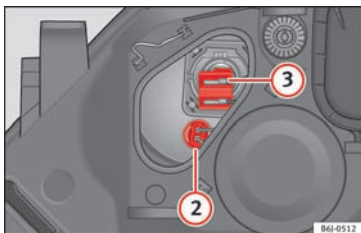

Fig. 97 Positionsllys og fjernlys
- Træk stikket **» Fig. 97 (2)** udad og af.
- Træk stikket **» Fig. 97 (3)** udad og af.